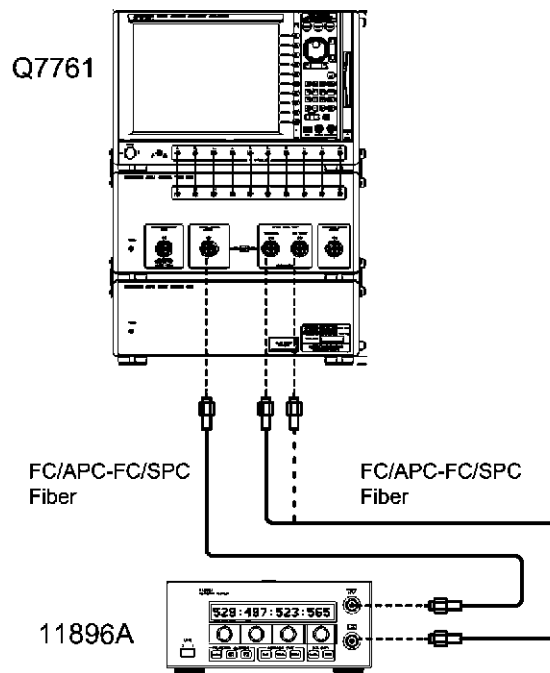

図 2-11 偏光依存性（分散測定モード）試験接続図
1. 機器を図 2-11 のように接続し、はじめに偏波コントローラの“OPTICAL OUTPUT”と本器の“TEST PORT 1”を FC/APC-FC/SPC 光ファイバにて接続します。